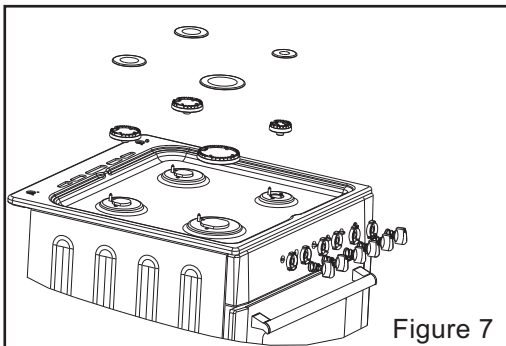

Figure 7
Le technicien devra tout d'abord vérifier le réglage gaz de votre cuisinière. Si elle est livrée en gaz naturel, il devra changer les injecteurs (voir ci-dessous) pour la rendre utilisable en gaz butane. L'installation doit être faite avec un tuyau gaz spécifique butane/propane vendu avec 2 colliers, l'embout gaz butane avec le joint sera installé sur la cuisinière, le tuyau sera enfoncé à fond sur cet embout et un collier sera installé en serrant correctement, mais sans couper le tuyau. Faire de même coté détenteur (voir fig. 7).
- Retirez le chapeau de brûleur + le brûleur supérieur. (voir fig.7)